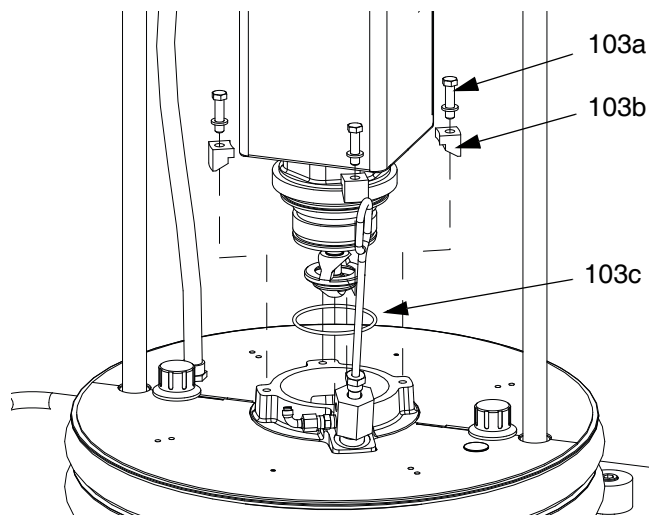

FIG. 41: Kit de montaje para 208 l (55 gal.)
2. Fije la bomba al plato con tornillos (103^a) y abrazaderas (103b). Vea la FIG. 41.